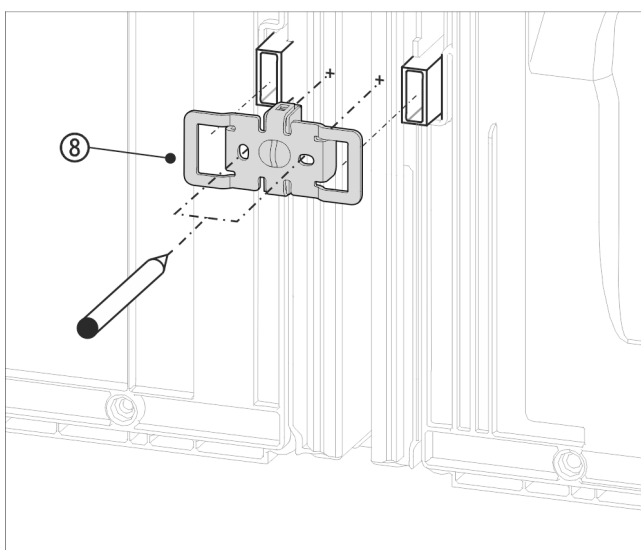

Fig. 17 Näitlik kujutis
- Lükake nurgik Fig. 17 (8) väljalõigetega seina-vahehoidiku kinnituspessa kohale.